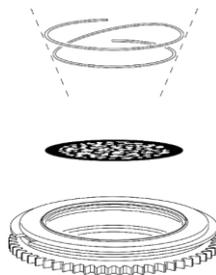

Abb. 16
- 10) Setzen Sie die Haltefeder vorsichtig mit dem schmalen Ende gegen den Gobo wieder ein (siehe Abb. 16). Sie erkennen das schmale Ende, wenn Sie die Feder zusammendrücken. Das schmalere Ende sitzt dann innen.